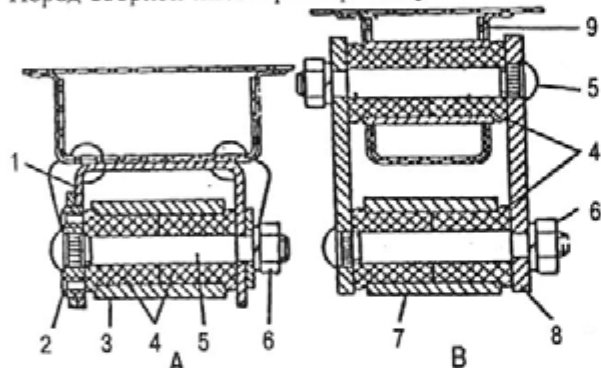

Рис. 266. Крепление концов рессоры:
Все пальцы 5 (рис. 266) крепления рессор одинаковы и запрессованы в шайбы 2 или щеки 8 серьг. Противоположные концы пальцев затягиваются гайками 6.
5. Отсоединить задний конец рессоры, отвернув две гайки 6 (см. рис. 266, В).